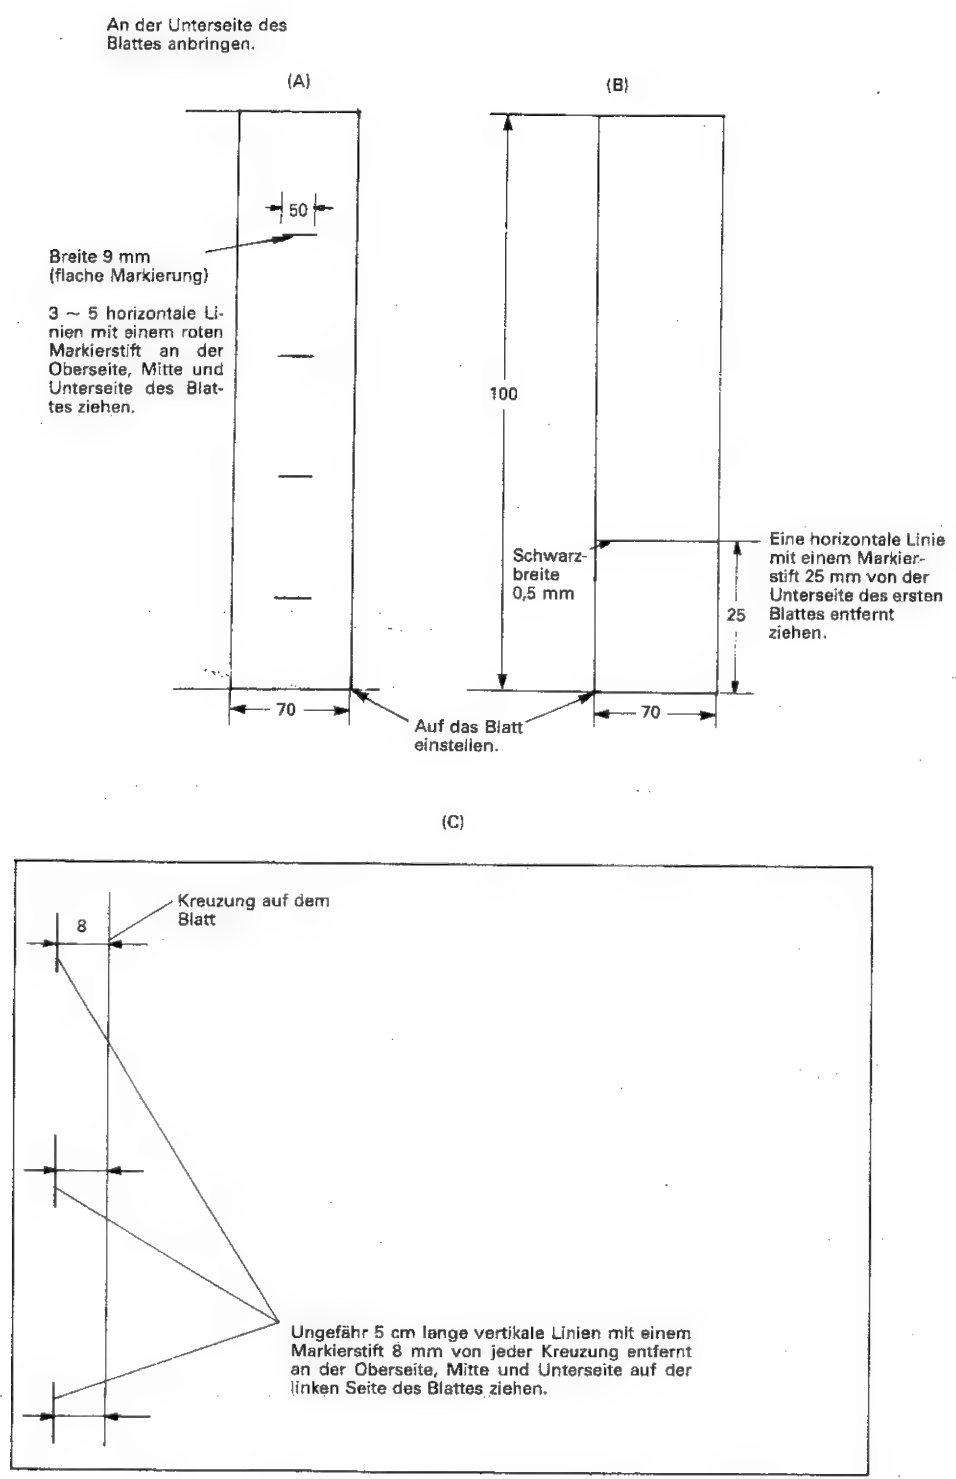

Abbildung 7
- (1) Die Rückwand entfernen, und den Drucker anbringen.
- (2) Den vorderen Rahmen entfernen, und den Netzschalter einschalten. Nach der anfänglichen Einstellung das 4. Bild wählen.
- (3) Mit dem Markierstift horizontale Linien an zwei Stellen ziehen, d.h. 35 mm vom oberen und unteren Rand des Schreibweißblattes entfernt, wie aus Abbildung 7 ersichtlich ist.